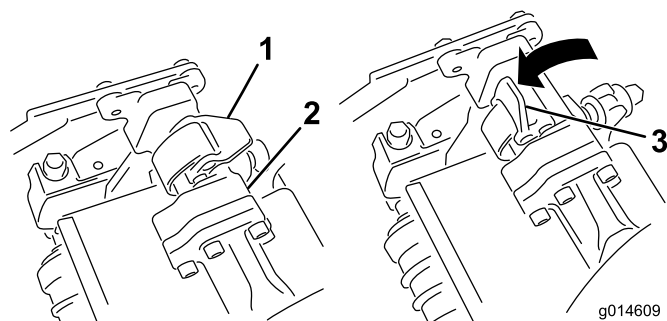
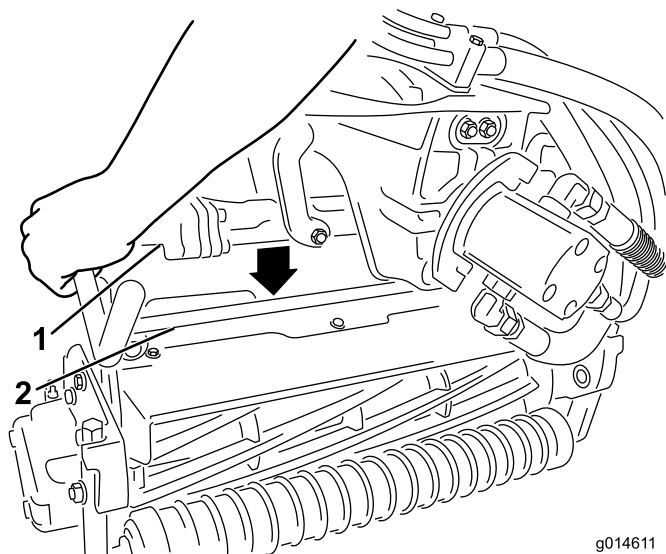

図 33
図 34
4. サスペンションアームのバーについているラッチを上向き開いた状態にして 図 33、サスペンションアームを押し下げて、バーを、カッティングユニットのバーの上に被せるようにする 図 34。
5. ラッチを下げて閉じるとカuttingユニットのバーがロックされてユニットがアームにセットされる 図 33。
5. 取り外したいCuttingユニットのサスペンションアームのバーについているラッチを開く 図 33。